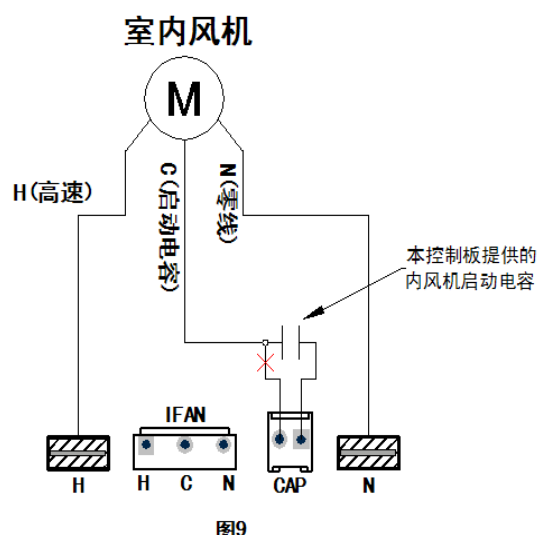

图9
- (2)使用本控制板提供的内风机启动电容,连接如图9所示;